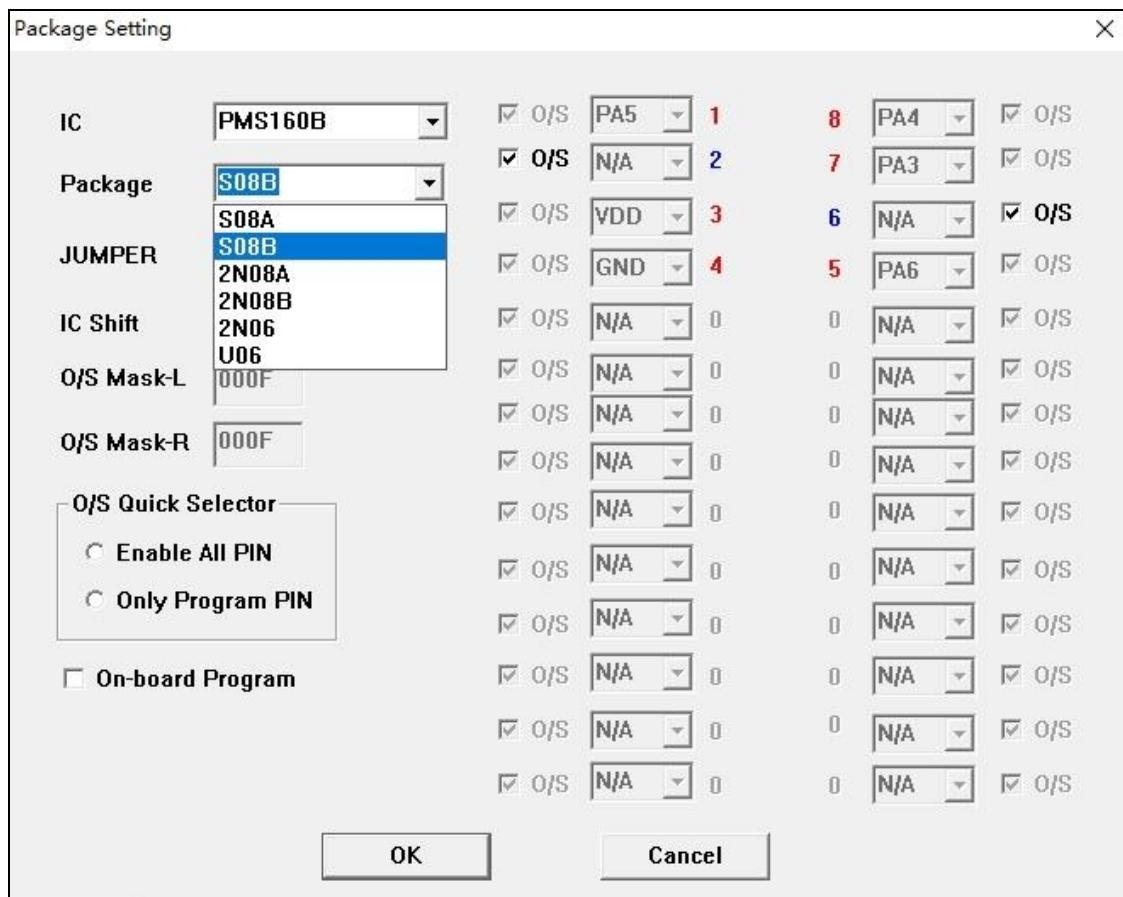

图 28: PMS160B-S08B 在 P-003B 转档配置
- (1). 使用 5S-P-003B 烧录 PMS160B 时, 只有 S08A 封装是烧录器背面 jumper 插 JP2 位置, 正面烧录插座往下空移 4 格, 即可烧录。而其他封装都需要转档, 使用 Jumper7 跳线。接下来以 PMS160B-S08B 的烧录为例, 其他封装需对应修改“package setting”界面和 Jumper7 跳线方法即可。封装设置如图 28 所示: